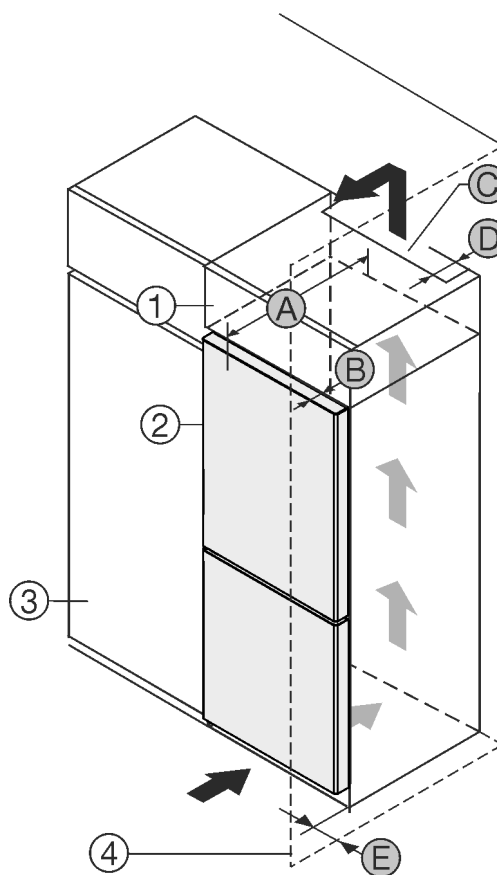

Fig. 1
- (1) Шкаф-пристройка
- (2) Уред
- (3) Кухненски шкаф
- (4) Стена
- (A) Дълбочина на уреда
- (B) Дълбочина на вратата
- (C) Вентилационно напречно сечение
- (D) Разстояние до гърба на уреда
- (E) Разстояние до страната на уреда
Можете да поставите уреда непосредствено до кухненския шкаф Fig. 1 (3).
От задната страна на шкафа-пристройка трябва да има вентилационен отвор с дълбочина Fig. 1 (D) по цялата ширина на шкафа-пристройка.
Под тавана на помещението трябва да е спазено сечението за вентилация Fig. 1 (C).
Когато уредът се поставя с пантите до стена Fig. 1 (4), разстоянието между уреда и стената трябва да е поне 13 mm .
Когато уредът се поставя с пантите до стена Fig. 1 (4), разстоянието между уреда и стената трябва да е поне 20 mm .
За да можете да отворите вратата изцяло, уредът трябва да е издаден с дълбочината на вратата Fig. 1 (B) спрямо челото на кухненския шкаф. В зависимост от дълбочината на кухненските шкафове Fig. 1 (3) и използването на детайли за отстояние от стената, уредът може да излезе още по-напред.